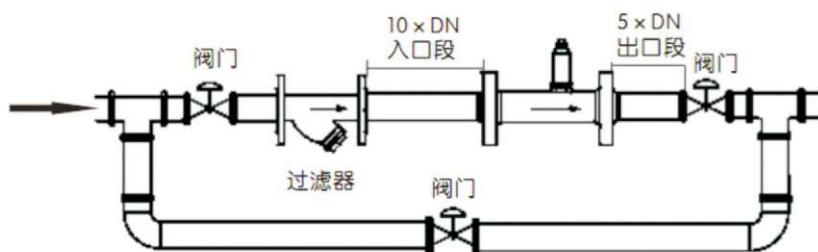

图2.3 安装场所以示意图
- (1) 传感器应安装在便于维修，管道无振动、无强电磁干扰与热辐射影响的场所。
- (2) 水平安装传感器要求管道不应有目测可察觉的倾斜（一般在 5° 以内），垂直安装传感器管道垂直度偏差亦应小于 5° 。在不能停流的场所，应装旁通管和可靠的截止阀（见图2.3），测量时要确保旁通管无泄漏。